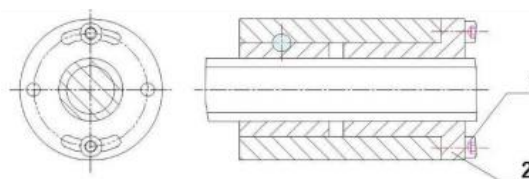

Рис.11
Слишком большой зазор скажется на точности механической обработки. Регулировка клиновой планки, Рис.11: Ослабьте винт (1) со стороны меньшей клиновой планки, регулируйте зазор винтом (2) со стороны большей клиновой планки до тех пор, пока не будет ощущаться небольшое сопротивление при перемещении, затем затяните винт (1).